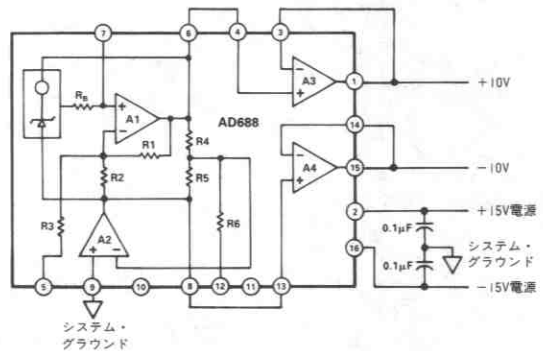

図2a. $+10V$ と $-10V$ 出力
- 出力設定に関しては図2aを参照ください。特に指定のない限り、+10V出力を使用して仕様試験が行なわれています。
AD688は図2aに示すように、 $\pm 10V$ のリファレンス出力を供給できるように設定できます。AD688ではグラウンド・センスと、多機能な出力バッファ・アンプが用意されているため、使用上非常に便利です。AD688は図2aの回路構成で規定され、試験されています。AD688のもつ他の設定オプションも選択することができますが、それらの設定での特性がデータ・シートの仕様と厳密に合致することは保証されていません。
アンプA3とA4は互いに交換して使用することができますが、AD688の試験では（そして保証された仕様では）図2aの接続でアンプを使用しています。A3またはA4のどちらも使用しない場合には、その出力フォースとセンス・ピンを接続し、入力をグラウンドに落しておかなければなりません。